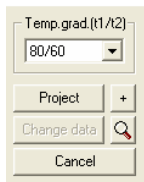

Рис. 3.2-3 Выбор отопительного прибора
6. Щелчком кнопку *Project/Предложить* программа обозначит в окне на правой стороне конкретный отопительный прибор с необходимой длиной для отопления помещения. Если Вас удовлетворяют решения, которые осуществила программа, щелкните кнопкой *Select/Выбрать* (Рис. 3.2-3).